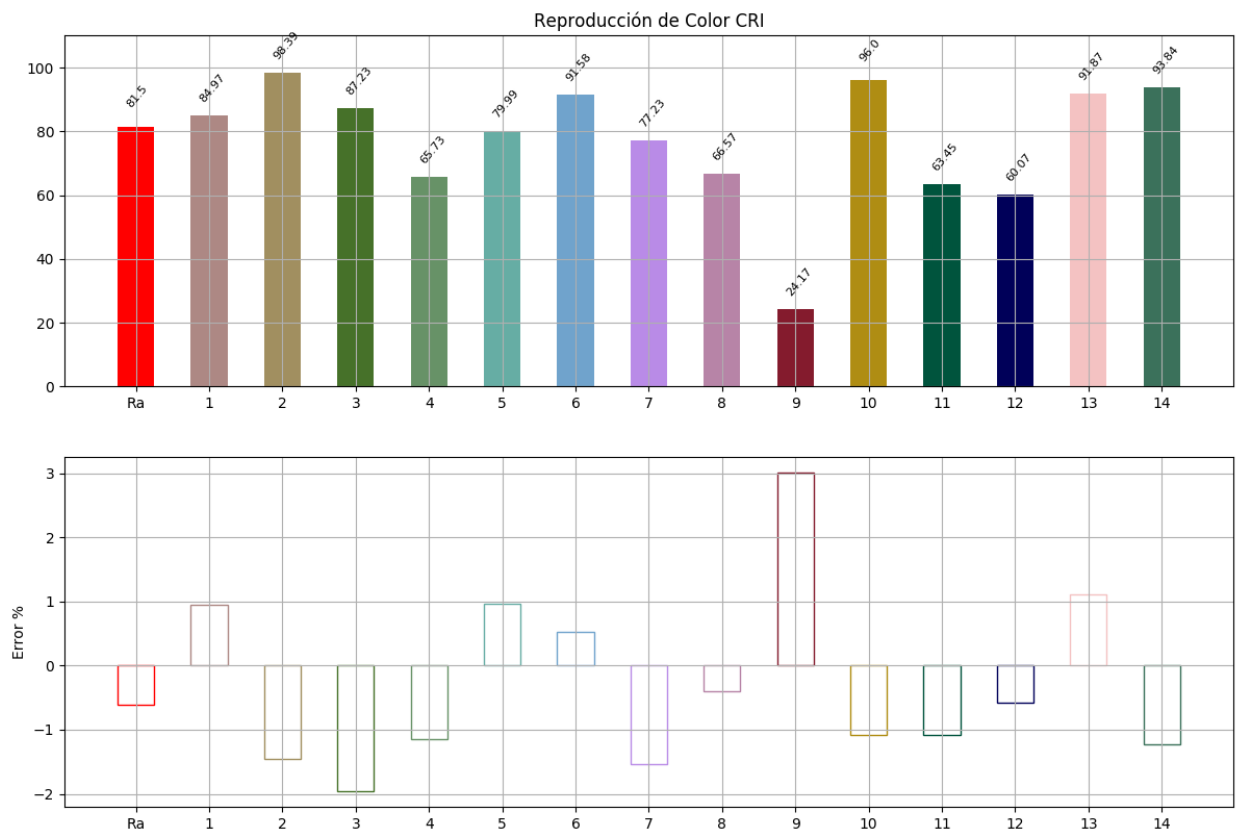

Figura 17: Ejemplo CRI para una iteración
La Figura 17 muestra la gráfica de resultado del CRI para una iteración para el R_a y sus catorce (14) muestras de color, junto con el ELP al variar el observador CIE en el resultado.